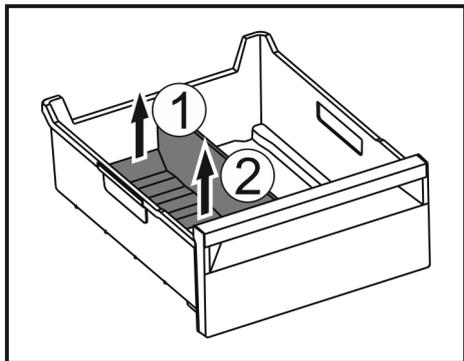

Fig. 146
- ▶ Levantar la parte posterior del separador del compartimento para hielo. Fig. 146 (1)
- ▶ Extraer el separador del compartimento para hielo hacia arriba. Fig. 146 (2)